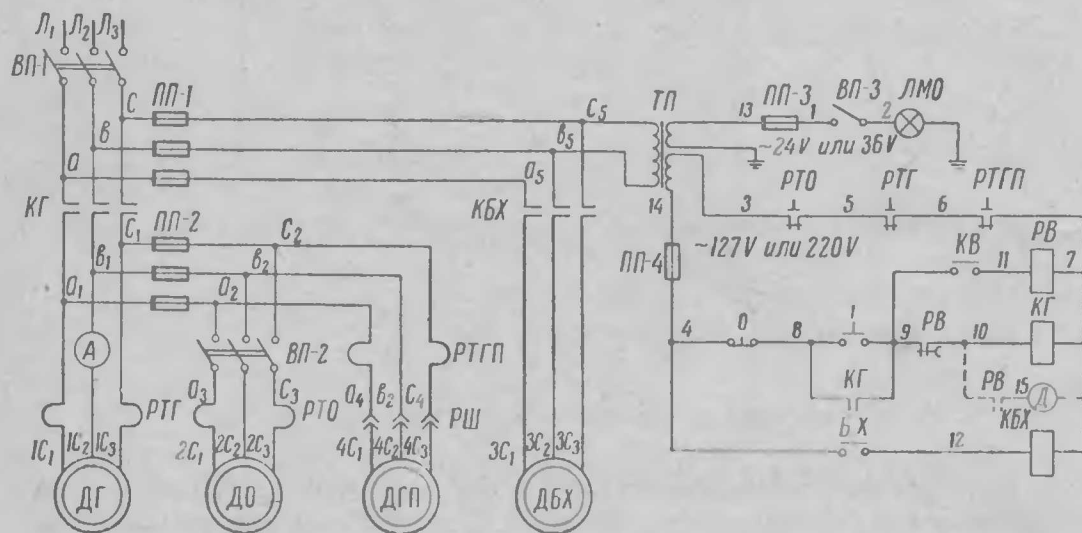

Рис. 19. Принципиальная электрическая схема станка
2. Принципиальная электросхема	рис. 19
Перед началом работы станка необходимо электрическую его часть подключить к цеховой сети посредством пакетного выключателя ВП-1 (см. рис. 19). Пуск главного электродвигателя осуществляется нажатием кнопки «Пуск» (8—9), которая замыкает цепь катушки контактора КГ (7—10).
В станках тропического исполнения ставится моторное реле времени. Дополнения в принципиальной электрической схеме, связанные с моторным реле, показаны пунктиром (см. рис. 19). В среднем положении рукоятки фрикциона нормально открытым контактом конечного выключателя КВ (9—11) включается электромагнитное реле времени РВ (7—11), якорь которого через систему рычагов замыкает НО контакт РВ (10—15). При этом включается синхронный электродвигатель реле времени Д (7—15), который через редуктор и систему валика с кулачком размыкает НЗ контакт РВ (9—10) с установленной выдержкой времени и отключает главный электродвигатель.